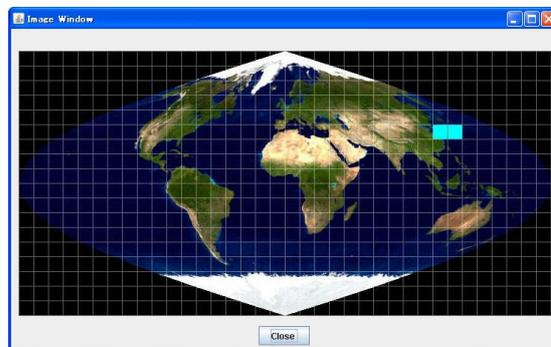

図 3 実験に使用するタイル
- ② 選択したファイルの対象領域を確認する。②のボタンをクリックすると図 3 のようなウィンドウが表示され、入力データが青く塗られた領域のデータ（タイル）であることが確認できる。